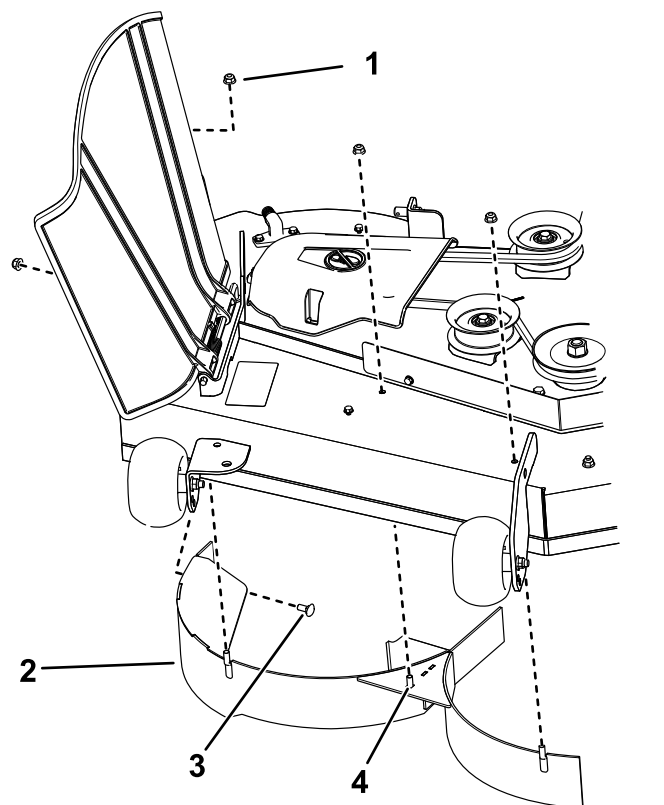

Figure 13
4. Retirez les 3 contre-écrous (5/16") des montants soudés du déflecteur droit (Figure 13).
5. Retirez les 2 boulons de carrosserie et les 2 contre-écrous qui fixent le déflecteur droit au plateau, puis déposez le déflecteur (Figure 13).
6. Localisez les 3 boulons dans les pièces détachées et insérez-les, avec les contre-écrous existants, dans les trous utilisés pour les montants soudés (Figure 13) afin d'éviter la projection de débris.